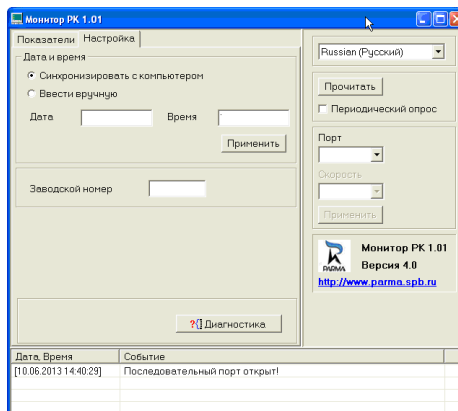

Рисунок 20
6.5.6 Для идентификации регистратора необходимо в ПО «Монитор РК1.01» выбрать из ниспадающего списка (рисунок 20) номер COM порта, назначенный ОС вашего ПК и нажать кнопку «Прочитать». Порядок выбора COM порта описан в разделе 6.2, 6.3 и приложении Ж.